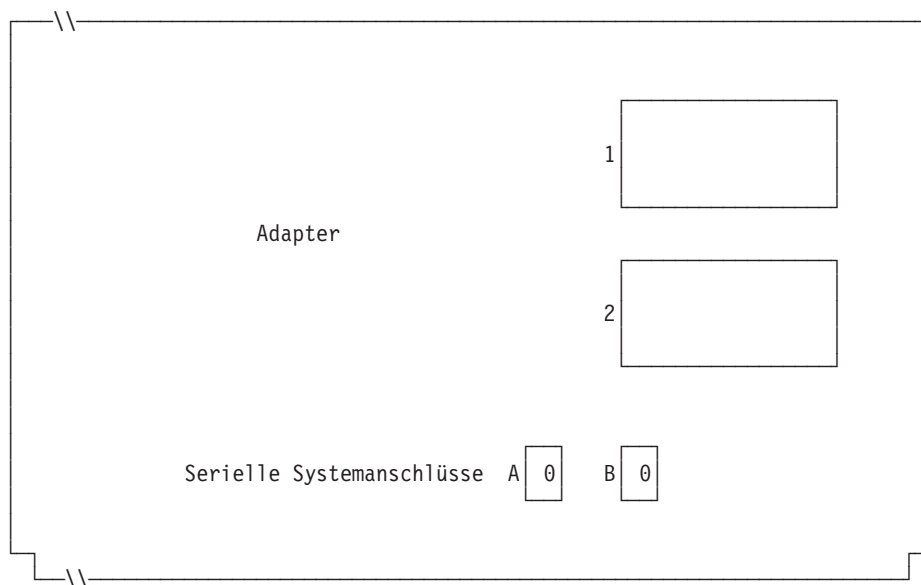

Abbildung 98. Rechte Seite der Rückseite einer Kombination Handelscomputer/Datenkase IBM 4694-2x4 oder IBM 4694-245
6. Wird ein asynchroner Anschluss durch die Kassenanwendungen benutzt, in Abb. 98 auf Seite 318 die Anschlussnummer eintragen. Eine Null (0) eintragen, wenn die Datenkasse einen Anschluss nicht benutzt. Gültige Anschlussnummern sind 1, 2, 3 und 4.